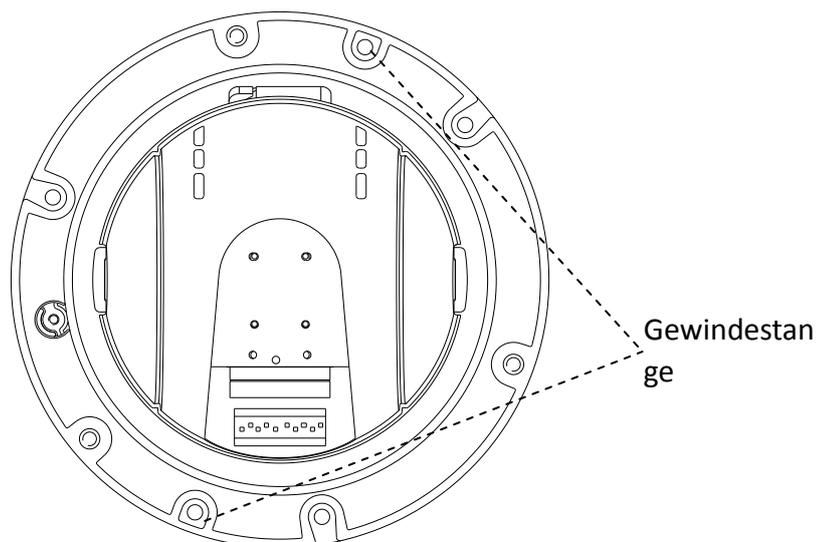

Abbildung 3-10 Gewindestangenlöcher
- 2) Setzen Sie die Gewindestangen in die Schraubenlöcher am Dome ein (siehe Abbildung 3-10).